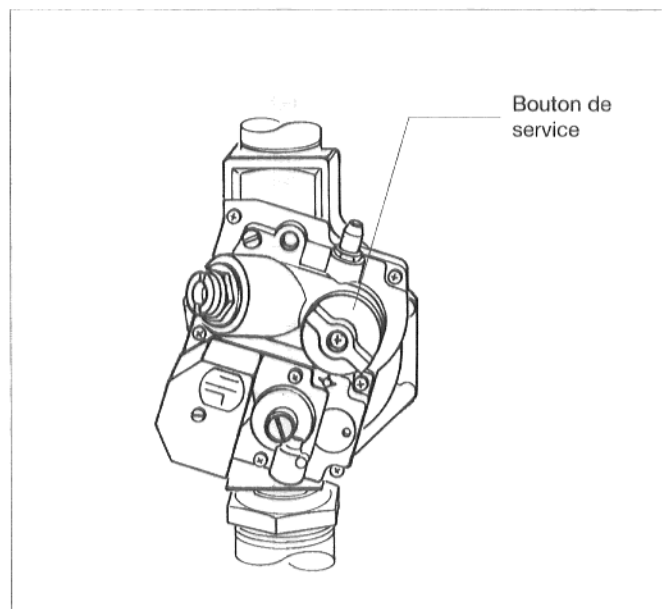

Fig. 27
- Tourner le bouton de service du bloc gaz du brûleur dans le sens des aiguilles d'une montre jusqu'en butée (fig. 27). Lors de cette opération, appuyer légèrement (un peu plus fortement lors du passage sur la position d'allumage) sur le bouton de service (fig. 27).